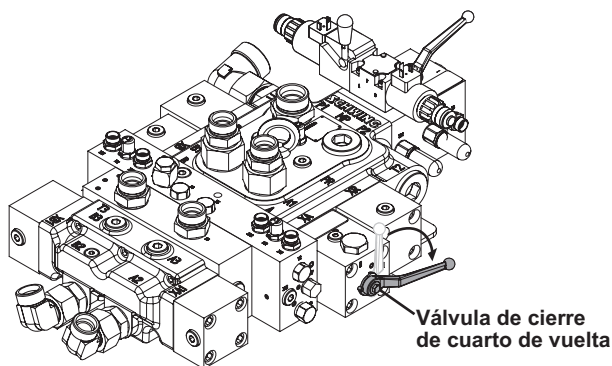

Figura 32
10. Abra la válvula de cierre (Figura 32). La unidad no hará una carrera si esta válvula está cerrada.